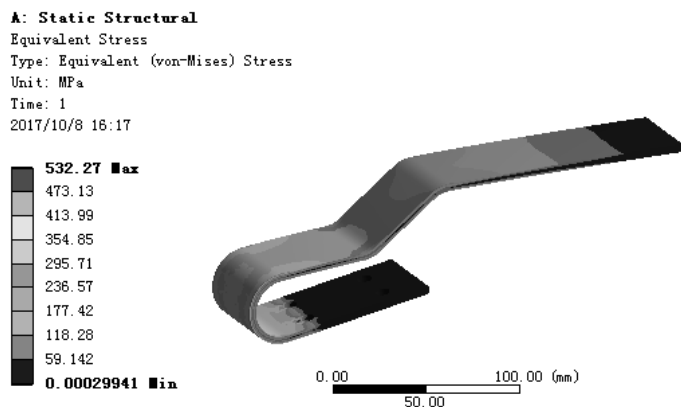

图 8.6.16 应力结果图解
(1) 求解分析。在顶部工具栏中单击 **Solve** 按钮求解分析。
(2) 查看应力结果图解。在“ Outline ”窗口中选中 **Equivalent Stress**,查看图 8.6.16 所示的应力结果,其最小应力为 0.00029941MPa,其最大应力为 532.27 MPa。